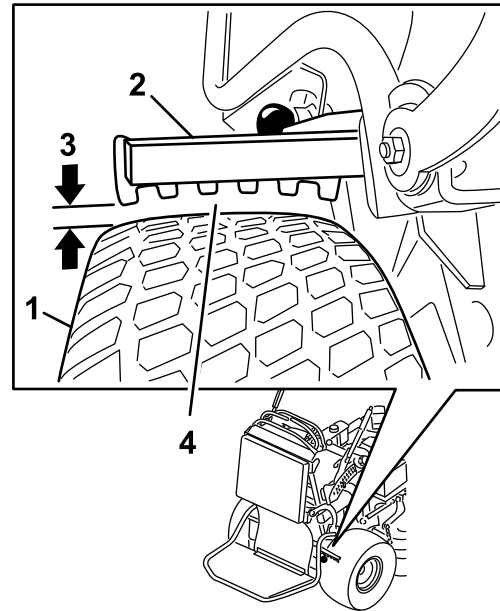

Figura 59
según se muestra en la Figura 59; consulte Ajuste de los frenos \(página 44\) si es necesario ajustarla.
5. Ajuste la horquilla (Figura 59).